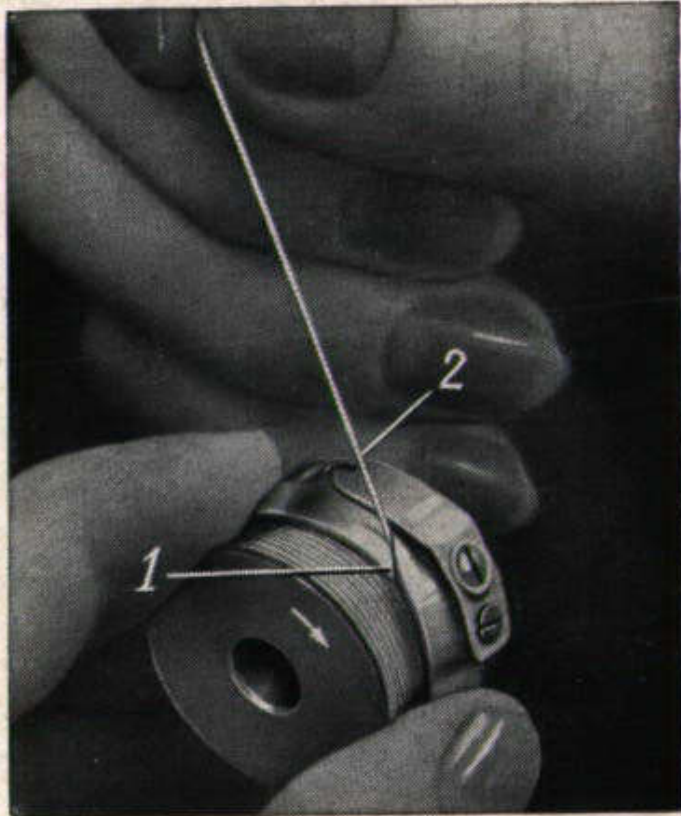

Fig. 7
5. To replace bobbin case (Fig. 7)